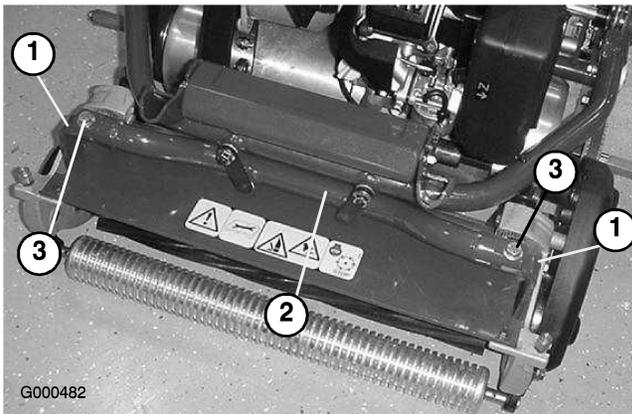

図 45
4. カuttingユニットのピボット・アームを走行ユニットのフレーム・チューブに固定しているキャップスクリュー（2本）を取り外す（図 45）。
5. ピボット・アームを前に倒し（図 45）、走行ユニットをキック・スタンドに立てかける。